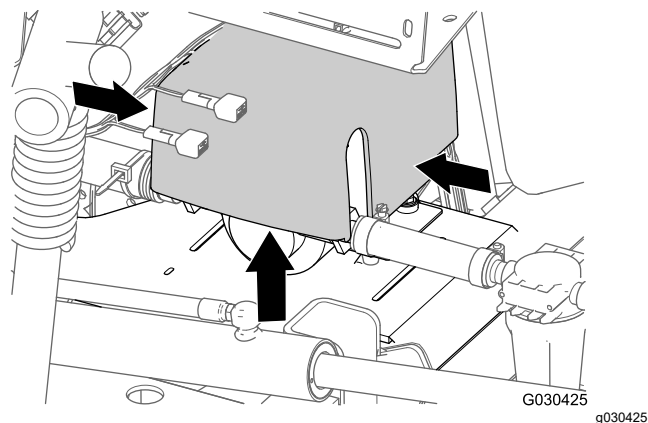

Figura 5
1. En la parte trasera de la máquina, presione los lados de la tapa de la bomba de enjuague y tire hacia arriba de la tapa hasta que las pestañas de la tapa salgan de las ranuras de la placa base, y retire la tapa de la máquina (Figura 5).